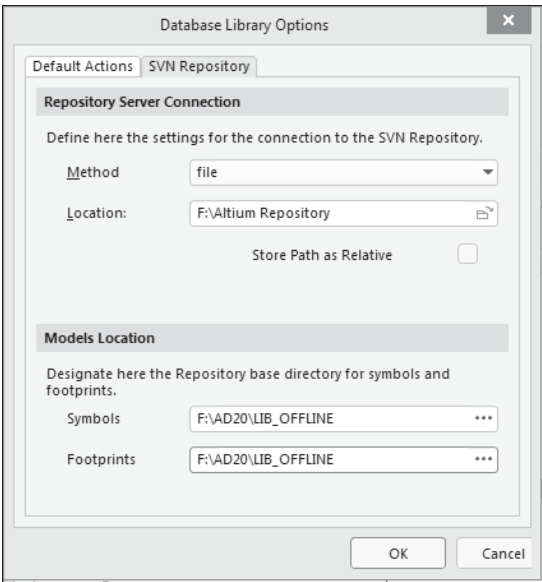

Рис. 13.11. Окно настройки связей библиотечной структуры SVNDBLib
3. Командой главного меню **Tools | Options** или командой **Options** из контекстного меню, вызываемого щелчком правой кнопкой мыши, открыть диалоговое окно установления связи библиотечной структуры SVNDBLib с депозитарием системы контроля версий — откроется диалоговое окно (рис. 13.11), на вкладке **SVN Repository** которого следует:
- Options** — открыть диалоговое окно настройки связи с депозиторием системы контроля версий (см. рис. 13.11).